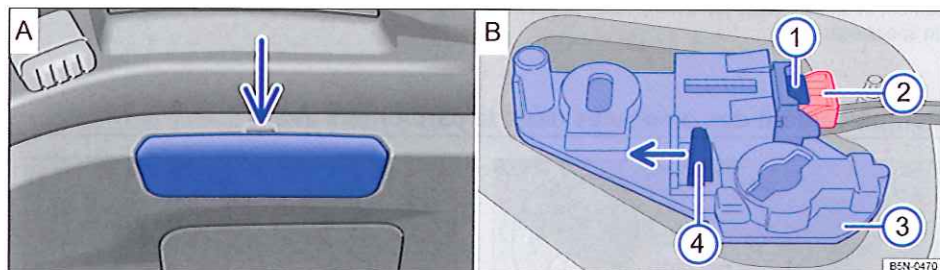

Fig. 237 Dans le hayon : A : retrait du cache et B : extraction du porte-ampoules.
3. Retirez avec précaution le cache de l'évidement en faisant levier avec la lame plate du tournevis compris dans l'outillage de bord (⇒ page 396) ⇒ fig. 237 A.
4. Retirez l'étrier de sûreté rouge ② B, comme représenté sur la figure, puis débranchez le connecteur électrique lorsque le levier ① B est poussé.
5. Poussez la languette de verrouillage ④ B dans le sens de la flèche puis retirez le porte-ampoule ③ B.
8. Enfoncez le connecteur électrique dans le porte-ampoule jusqu'à ce qu'il s'encliquette de manière audible. Enfoncez l'étrier de sûreté rouge → fig. 237 ② B.